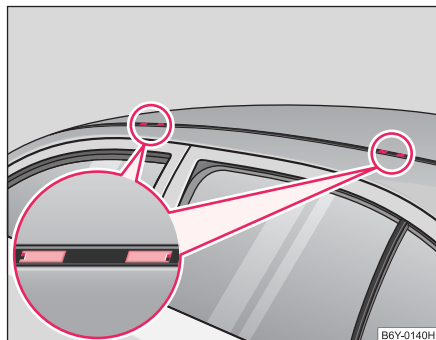

Fig. 62 Points de fixation des barres de toit de base
- Enlever prudemment les capuchons en plastique ⇒ fig. 62 au moyen d'un outil spécial afin de ne pas endommager la peinture.